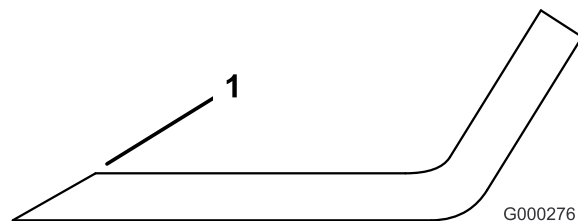

Figure 81
1. Au moyen d'une lime, aiguisez les tranchants aux deux extrémités de la lame (Figure 81) en veillant à conserver l'angle de coupe d'origine. Limez la même quantité de métal sur chacun des deux tranchants pour ne pas déséquilibrer la lame.